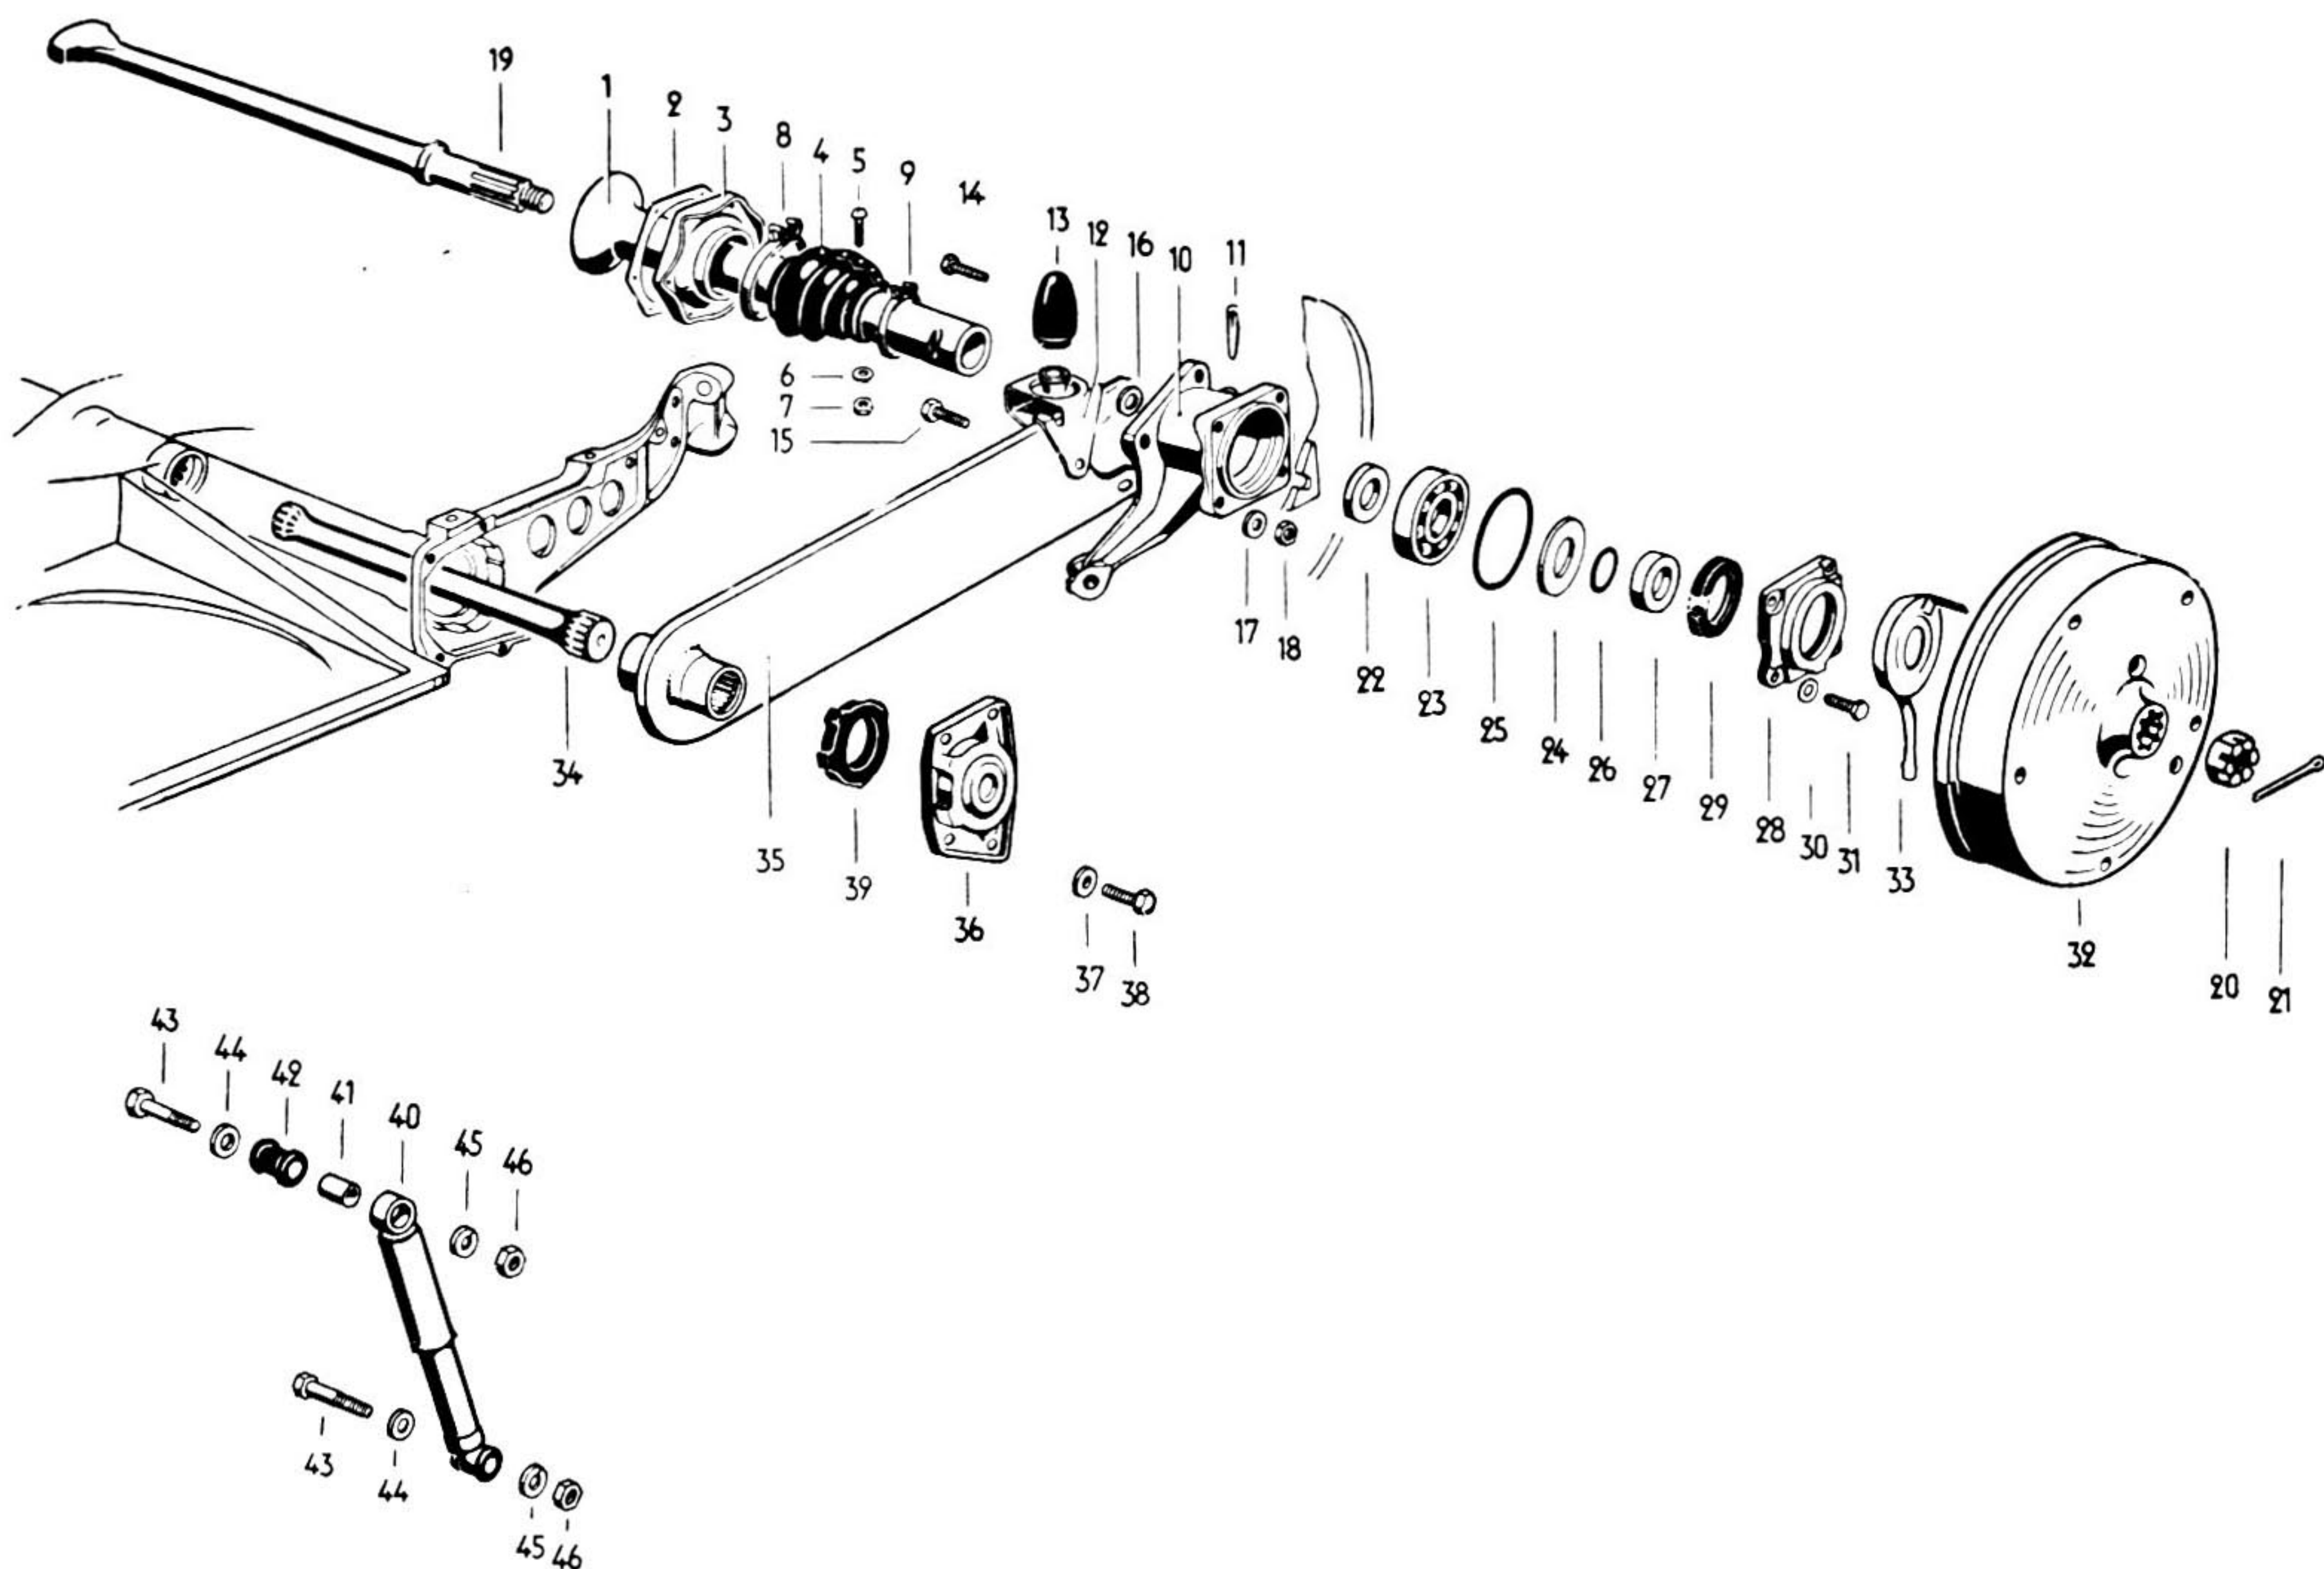

Fig. 1-M — Suspensão traseira do sedan e do Karmann Ghia
A suspensão é do tipo de barras de torção, uma para cada roda, do tipo tubular, fixas por ranhuras a estrutura central do chassis e as placas da suspensão, como se vê detalhadamente na fig. 1-M que mostra a suspensão desmontada por completo. A placa (35) suporta em uma extremidade a carcaça do rolamento da roda (10, fig. 1-M) e na outra fixa-se a barra de torção (34). Nos utilitários, que possuem uma caixa de redução nas rodas traseiras, a placa da suspensão (“facão”) se prende a carcaça da caixa de redução.
3 — Com uma talhadeira (bedame) marcar a posição do braço da suspensão em relação ao flange de apoio da semi-árvore (10 fig. 1-M).
6 — Retirar os parafusos da tampa do mancal do braço da suspensão (4, fig. 1-M) e retirar a tampa (38, 39).